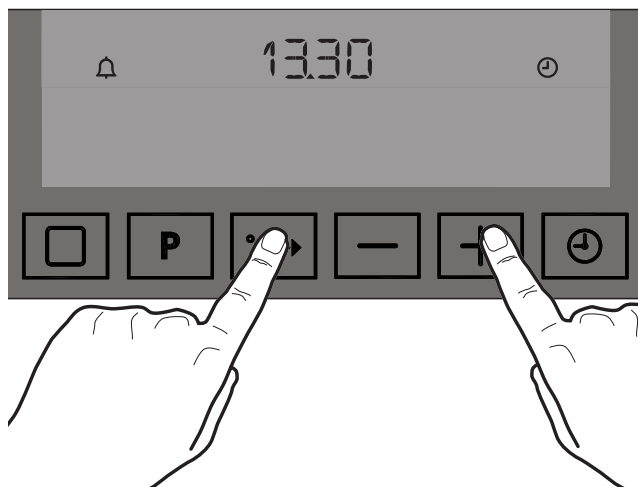

Рис. 23
- Одновременно нажмите клавиши  и  и держите их нажатыми в течение примерно 2 секунд (Рис. 23). Электронный контроллер подаст разовый звуковой сигнал.